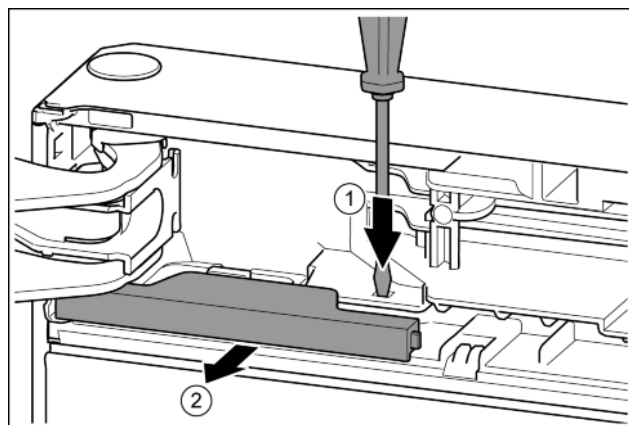

Fig. 11
► Plochým šroubovákem lamelu přitlačte. Fig. 11 (1)
► Kryt vytáhněte ze zarážky. Fig. 11 (2)